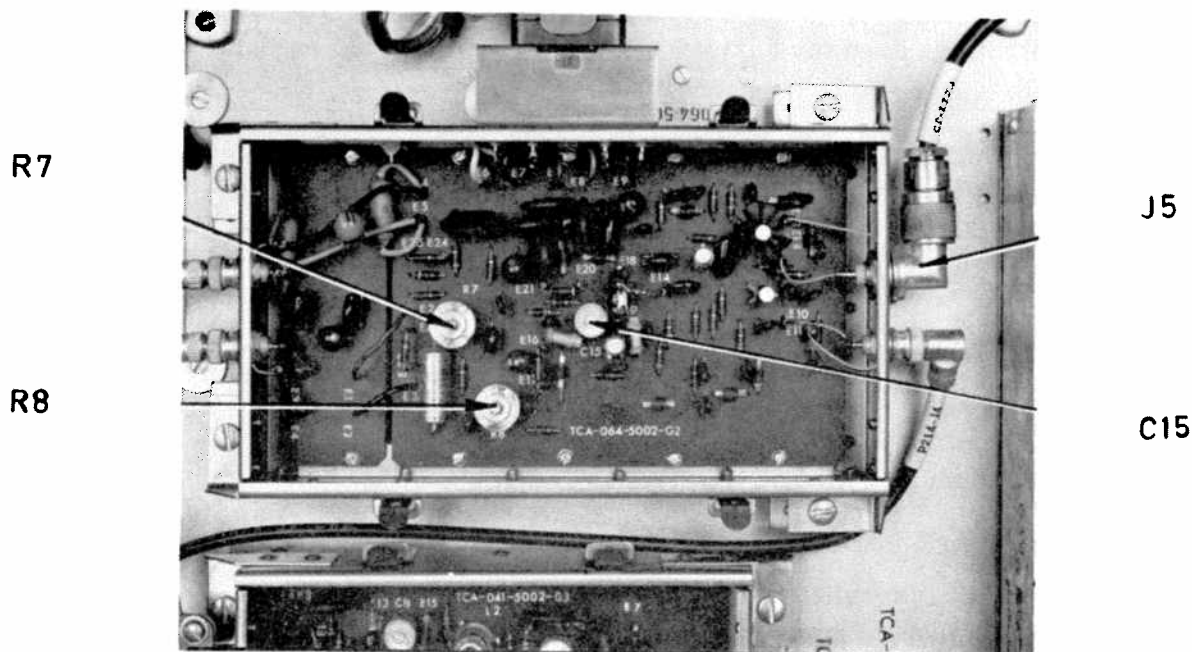

Bild 3
- 3.2.4 Justera med kondensatorn C15 (se bild 3) i modulatern tills nollgenomgång erhålls på instrumentet. Vid små ändringar i inställningen av kondensatorn C15 ska häftiga utslag erhållas på instrumentet.